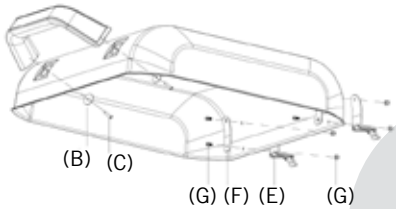

Fig. 10
11. Retirez les deux vis ST 4 x 14 (C) et les rondelles plates de la poignée. Placez une rondelle plate sur les côtés intérieurs du corps au-dessus des trous percés pour le montage de la poignée, mettez les deux vis et serrez fermement les vis. Utilisez ensuite deux vis M 4 x 8 (G) et insérez-les dans les plaques de montage à charnières. Tenez la plaque de montage sur le côté interne du protection contre le vent et les éclaboussures et insérez la vis au travers de l'ouverture correspondante et de la charnière conformément aux indications de la Fig. 10. Fixez les vis avec les écrous borgnes correspondants.